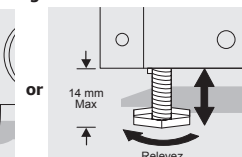

Figure 3
- Utilisez une clé ajustable pour ajuster les vis calantes. Abaissez les vis calantes de chaque côté dans le sens des aiguilles d'une montre jusqu'à ce qu'elles touchent le sol (Figure 3). Ne pas soulever le cabinet plus de 9/16".